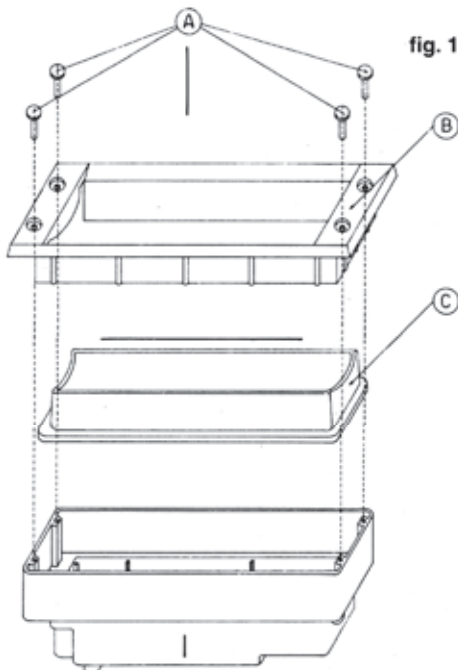
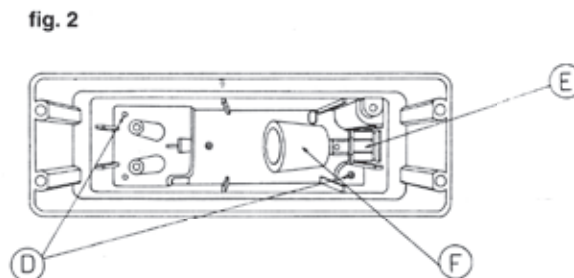

fig. 1
fig. 2
- Desapertar os 4 parafusos (A) e retirar o aro (B) (Fig. 1).
- Tirar o difusor (C) e a junta de isolamento.
- Abrir os orificios (D) (Fig. 2).
- Fixar o aparelho à caixa de embeber através dos orificios (D), utilizando os parafusos fornecidos.
- Odviti štiri vijake (A) in odstraniti obroč (B) fig. 1.
- Odstraniti steklo (C) z tesnilom.
- Narediti prebodna luknje (D) fig. 2.
- Oluščiti približno 5cm napajalnega kabla ter ga vstaviti v uvodnico (E). Zatisniti matico ter biti pozorni, da gumenica pokriva zunanjo izolacijo kabla.
- Prilagoditi napravo na dozo preko luknje (D) z uporabo priloženih samoreznih vijakov.